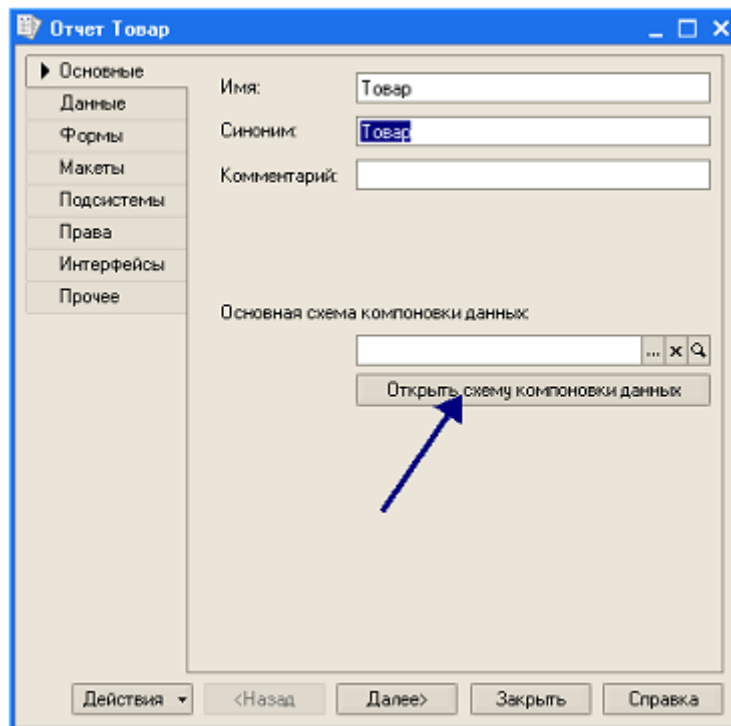

Рис. 57
- откройте окно редактирования объекта конфигурации **Отчет** с именем **Товар** и щелкните на кнопке *Открыть схему компоновки данных* (рис. 57).